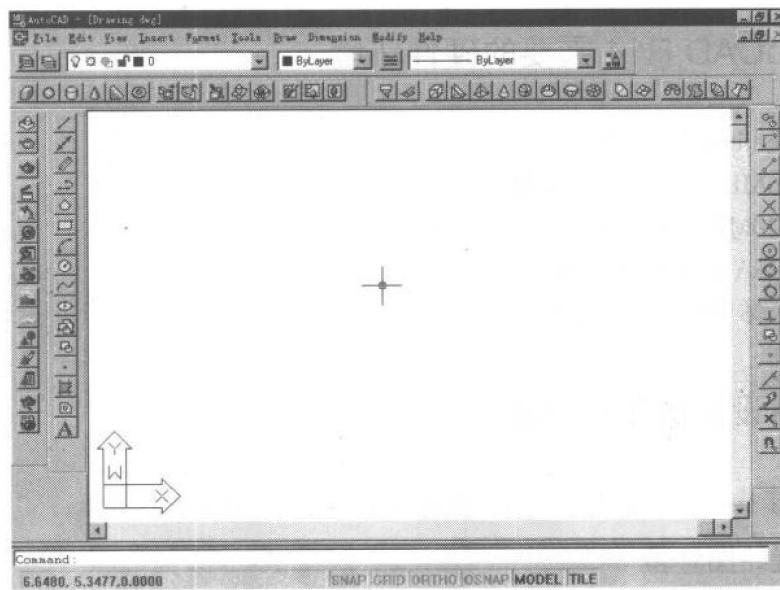

图 1-2 调整后的工具条
4. 单击  按钮，将三个工具条拖动到如图 1-2 所示的位置。